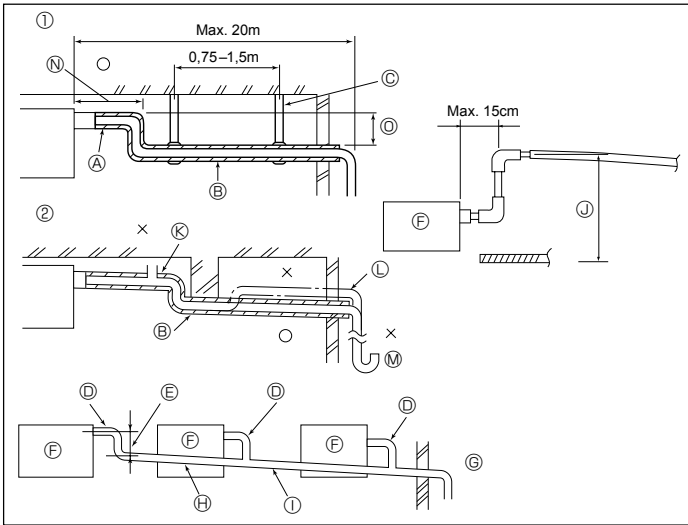

Abb. 3-4
3.3. Verrohrung der Dränage (Abb. 3-4)
- ① Richtige Verrohrung
- ② Falsche Verrohrung